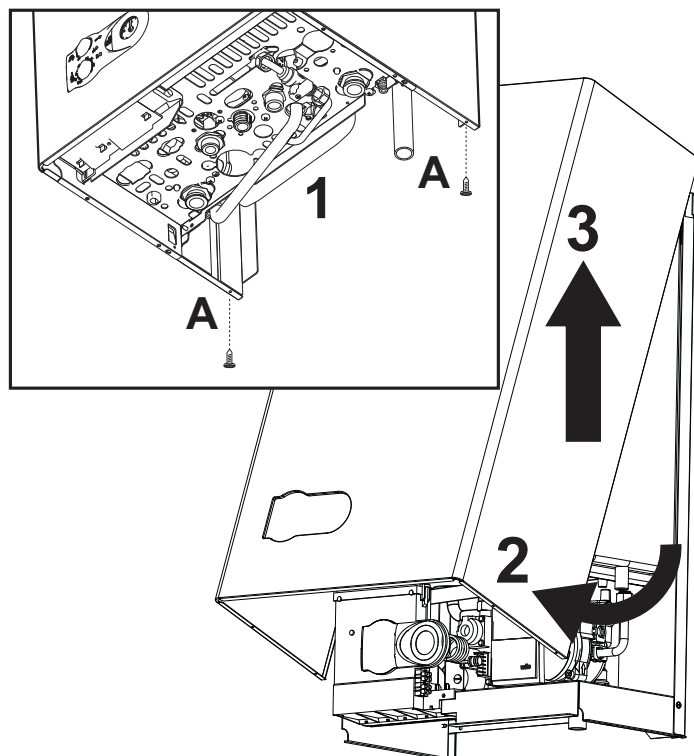

fig. 7 - Démontage de l'habillage
1. Dévisser les vis A (voir fig. 7)
2. Faire pivoter l'habillage (voir fig. 7)